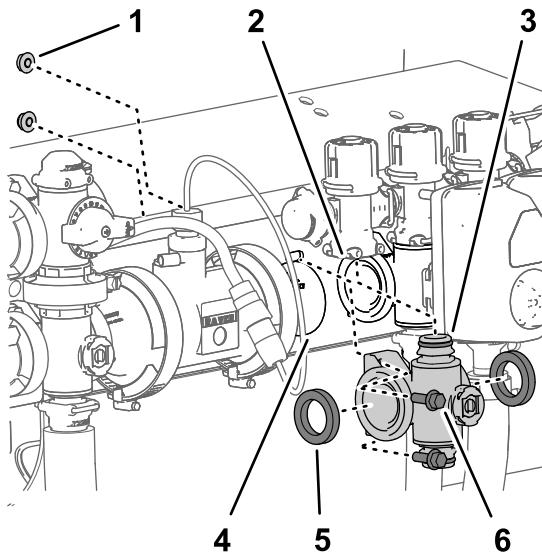

Figura 119
1. Alinee las 2 juntas que retiró en Retirada de la válvula del distribuidor de sección (página 85) con las bridales del distribuidor de la válvula de sección (Figura 119).
- (Figura 119) con los 2 pernos con arandela prensada ($\frac{1}{4}$ " x $\frac{3}{4}$ ") y las 2 contratuerzas prensadas ($\frac{1}{4}$ ") que retiró en Retirada de la válvula del distribuidor de sección (página 85).